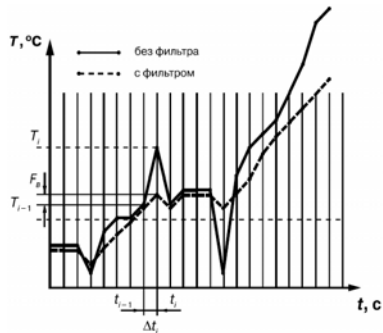

Рисунок 3.3
3.2.4.2 Во-первых, фильтр устраняет сильные единичные помехи (см. рисунок 3.3).
Если измеренное значение T_i отличается от предыдущего T_{i-1} на величину, большую, чем значение параметра F_v (заданная «полоса фильтра»), то прибор присваивает ему значение равное $T_{i-1} + F_v$ (рисунок 3.3). Таким образом характеристика сглаживается. Как видно из рисунка 3.3, малая ширина полосы фильтра приводит к замедлению реакции прибора на быстрое изменение входной величины. Поэтому при низком уровне помех или при работе с быстроменяющимися процессами рекомендуется увеличить значение полосы фильтра или отключить действие этого параметра. При работе в условиях сильных помех для устранения их влияния на работу прибора необходимо уменьшить значение в параметре «полоса фильтра».